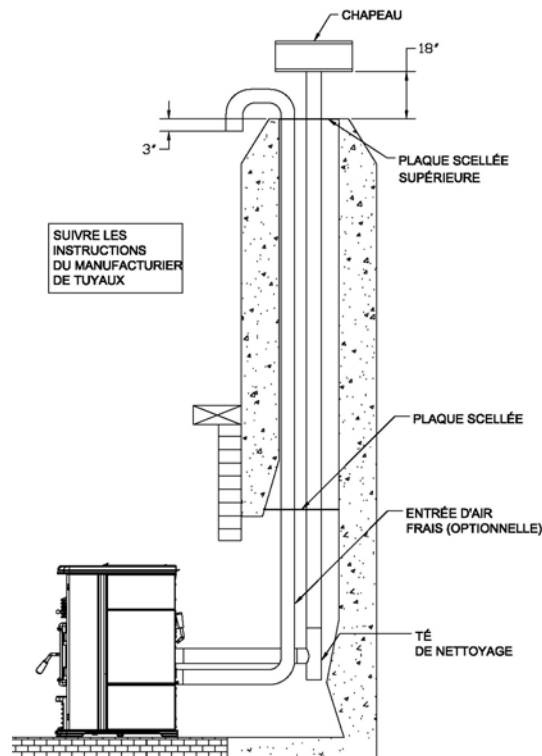

Figure 19
3. Installez une plaque scellée à l'intérieur de la cheminée. (voir figure 19).